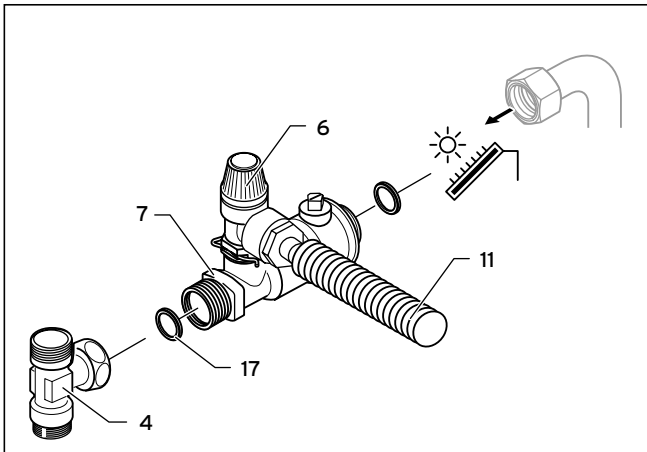

Fig. 4.3 Servicehane (A) - monteringsposition
Fare for at komme til skade på grund af skader på solfangerne. Er servicehanen (A) monteret forkert, er sikkerhedsventilen (6) ikke funktionsdygtig, når servicehanen (7) er lukket. Solfangerne kan beskadiges, og der kan slippe varm solvarmevæske ud. Kontrollér, at servicehanen (A) er monteret som vist i fig. 4.3.
- Montér T-stykket (4) på specialstål-bølgerøret (14).
- Montér servicehanen med sikkerhedsventil (A), som vist i fig. 4.3, på T-stykket (4).
- Montér kunststof-bølgerøret (11) på sikkerhedsventilen (6).
- Før kunststof-bølgerøret (11) til en separat opsamlingsbeholder.
- Løsn slutmuffen på T-stykket (4).
- Tilslut specialstål-bølgerøret (12) til solvarme-ekspansionsbeholder på T-stykket (4).
- Forbind specialstål-bølgerøret med ex-koblingen (10) til vægophæng solvarme-ekspansionsbeholder (9).